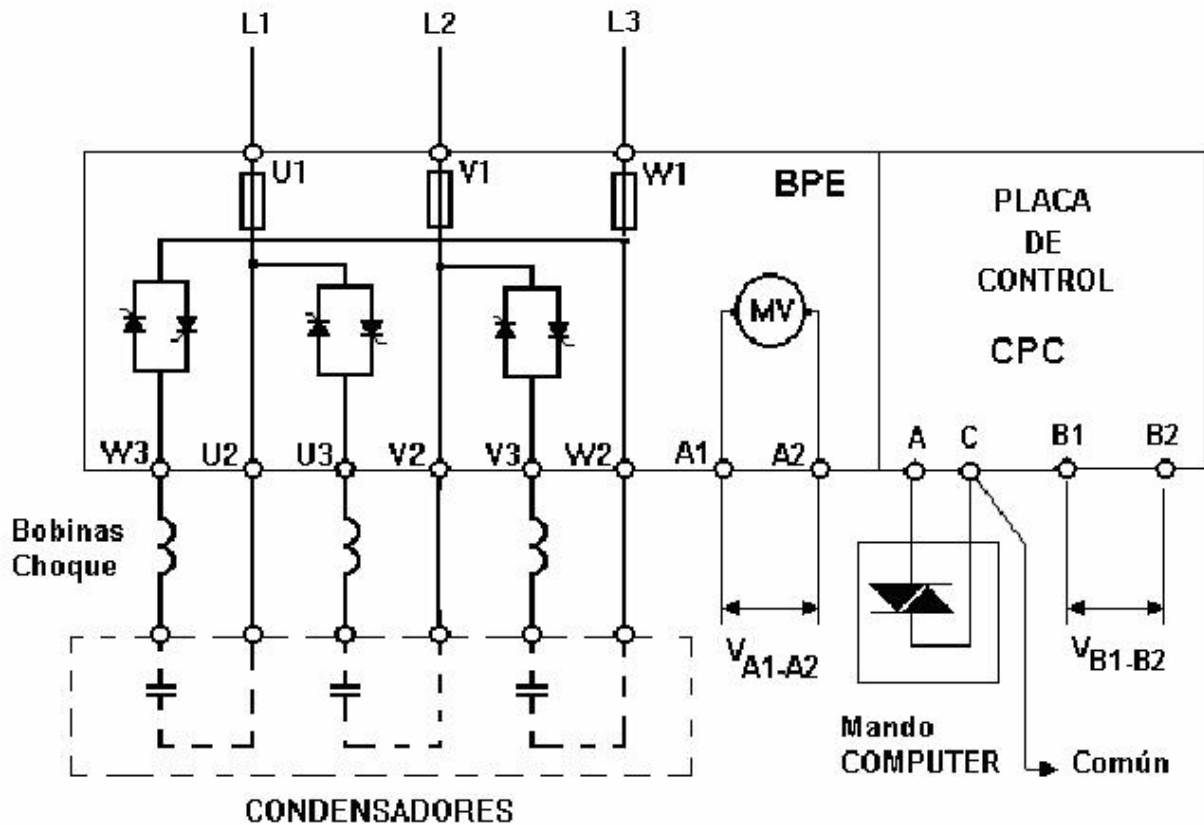

Figura 2.- Diagrama básico de conexión de un módulo EM trifásicos
- Para esta aplicación se utilizan módulos EMF o EMB trifásicos y condensadores monofásicos o trifásicos con 6 bornes (formados internamente por tres condensadores monofásicos). La conexión de un módulo EM al correspondiente escalón de condensadores debe hacerse como se indica en la figura 2.
- Comprobar que las conexiones entre módulo EM y condensadores corresponden a la figura 2 ó 3.